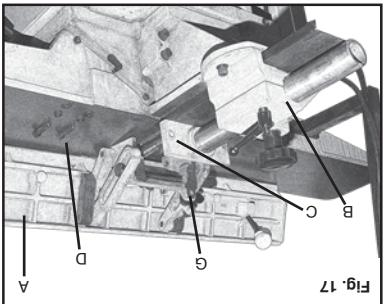

Fig. 17
1. Alinee los orificios torcados (G) Fig. 17 en la guarda de apoyo